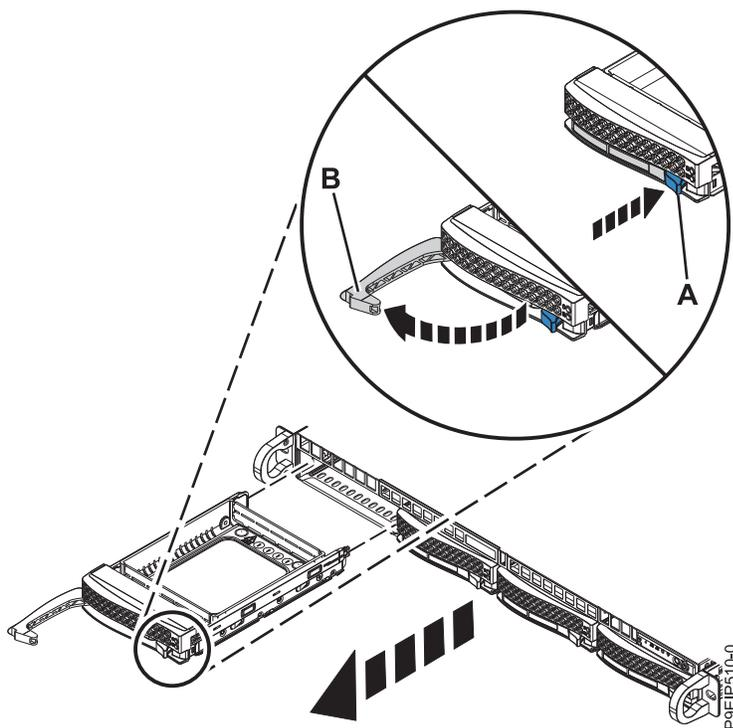

Figura 7. Removendo uma Unidade
2. Destrave a alça do compartimento de unidade (B) empurrando a liberação da alça (A) conforme mostrado na Figura 7. A alça (B) desencaixa em sua direção. Se a alça não desencaixar totalmente, a unidade não deslizará para fora do sistema.